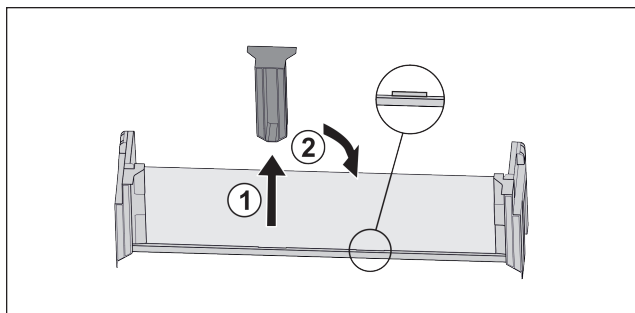

Fig. 17
- ▶ Trekk av den midtre holdedelen Fig. 17 (1).
- ▶ Sett inn den midtre holdedelen i andre posisjon Fig. 17 (2).